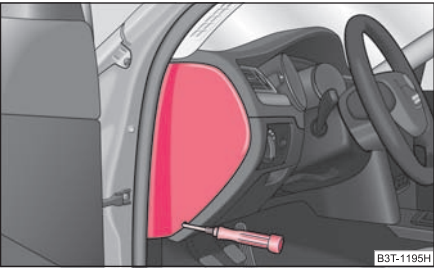
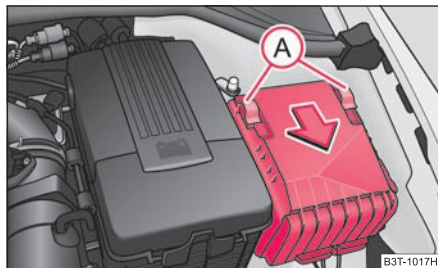

Fig. 228 Cubierto de fusibles: lado izquierdo del cuadro de instrumentos
Fig. 229 Cubierta de fusibles en el vano motor
- Retire la tapa de los fusibles en el lado del cuadro de instrumentos con ayuda de un destornillador ⇒ fig. 228, o la tapa de los fusibles en el vano motor ⇒ página 263, fig. 229.
- Desplazar el estribo de seguridad (A) ⇒ fig. 229 hasta el tope; detrás del estribo de seguridad aparecerá el símbolo ⚠, retirar la cubierta.